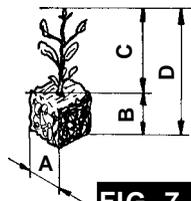

FIG. 7.1
- cúbicos, de 3x3 a 4x4 cm (fig. 7.1) con el accesorio opcional montado en cada taza (ver el apartado 26.5);